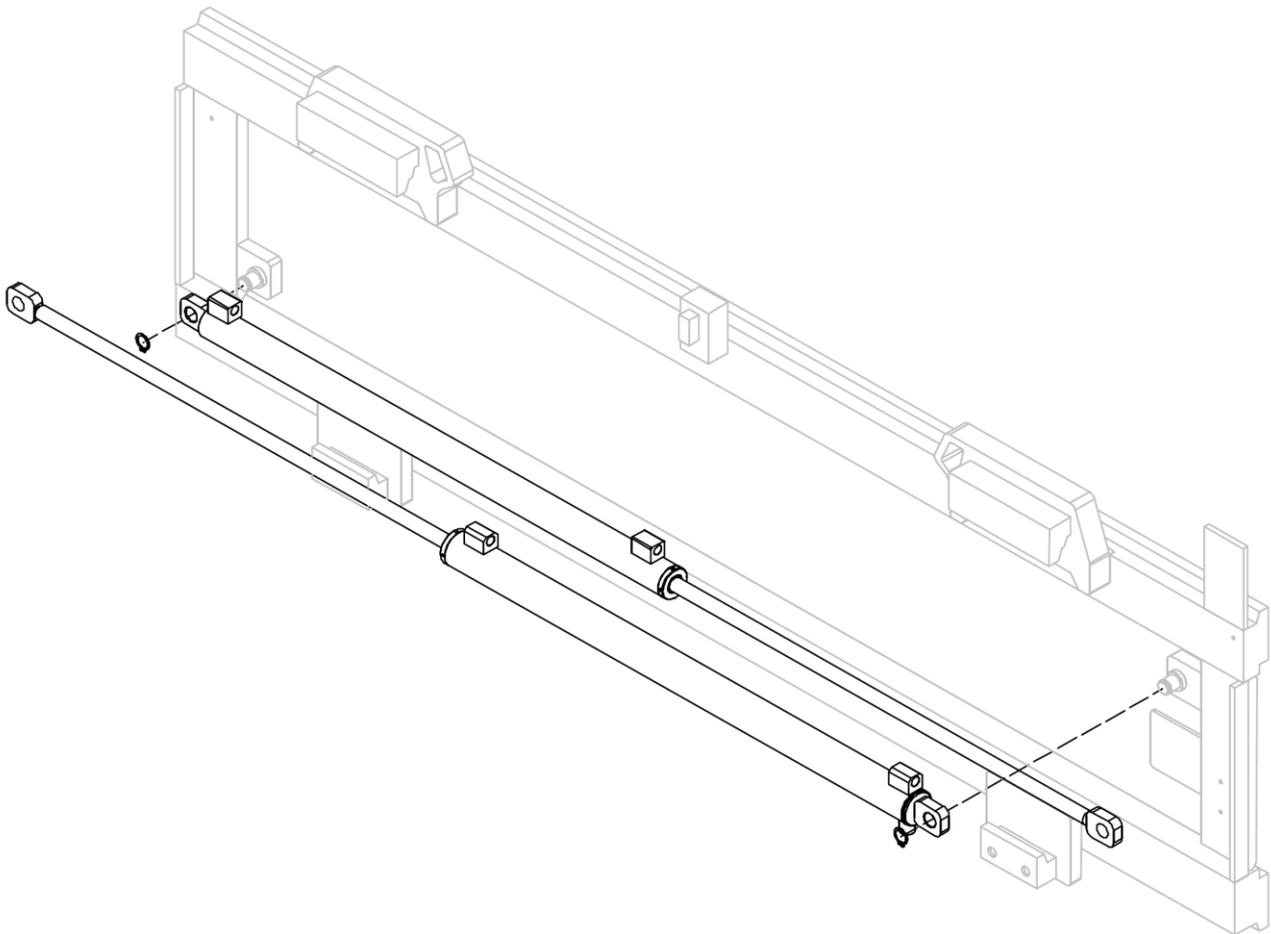

Abbildung 19
4. Nehmen Sie die Zylinder weg von ihren Sitzen, nachdem Sie die entsprechenden Sprengringe entfernt haben (siehe *Abbildung 19*).